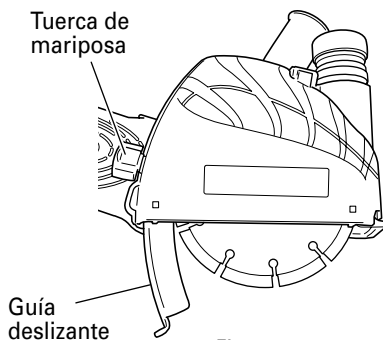

Fig. 3
8. Ajuste de la profundidad de corte (Fig. 3)